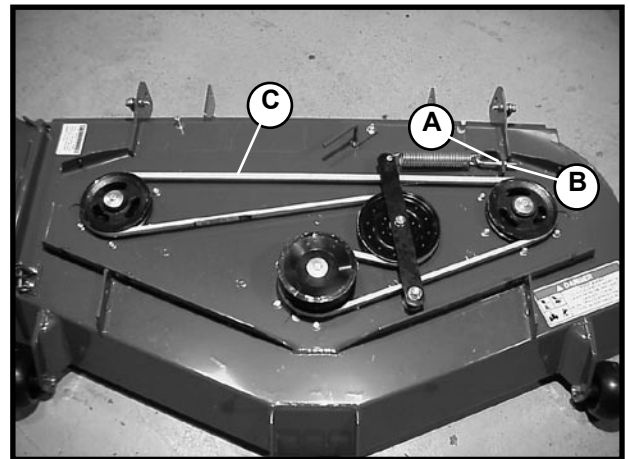

Abb. 25
(siehe Abb. 25)
3. Montieren Sie den neuen Keilriemen laut Abb. 25 für richtiges aufziehen.